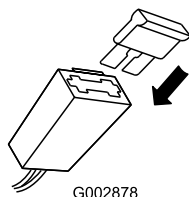

Figure 30
- Placez le fusible dans le porte-fusible (Figure 30).